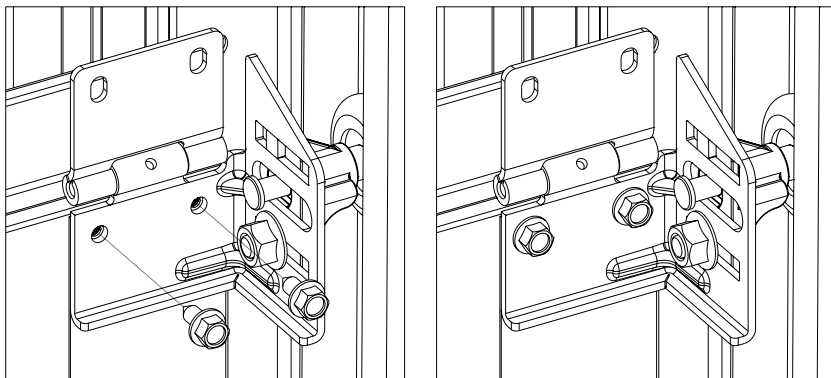

Fig. 13.2.
Bottom half-loop is fixed with two 6,3×16 selvskærende skruer (fig. 13.2).
- 2) sæt det næste panel ovenpå det forrige. Fastgør ligeledes hjulhængsel til portelement. fig. 13.2;